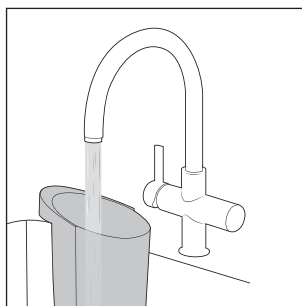

Fig. 23
- ♦ Enjuague el depósito de agua sucia **2** bajo el agua corriente caliente (consulte la fig. 23).